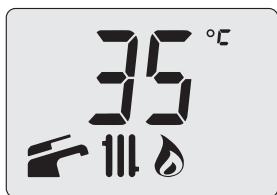

Figura 7.7
- Premendo il tasto 17 (Figura 7.2) si esce dalla "modalità programmazione" (Figura 7.7).